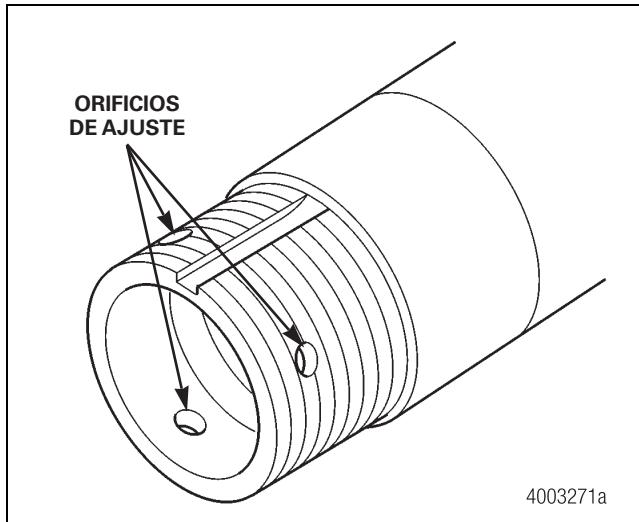

Figura 9.4
- Por la espiga, la cual consta de un eje tipo "TP" con tres orificios de ajuste taladrados. Figura 9.4.